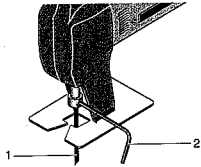

Fig. 2
1. Klemmschraube mit Hilfe des beiliegenden Innensechskantschlüssels 2 (Fig. 2) lösen.